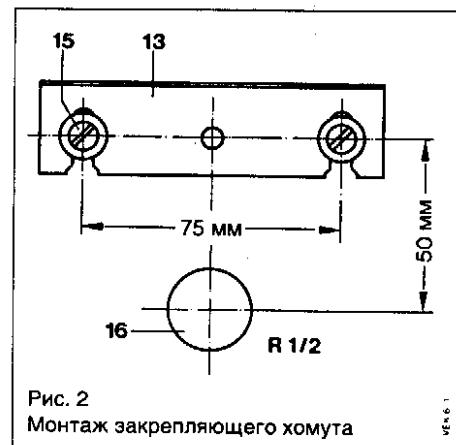

Рис. 2
Как показано на рис. 2, приложить монтажный шаблон к месту подсоединения холодной воды (16). Разметить точки крепления, просверлить два отверстия диаметром 5 мм горизонтально и симметрично над местом подключения холодной воды; вставить дюбеля. Привинтить запорный вентиль для холодной воды (11) так, чтобы запорный винт (12) показал вниз. Снять закрепляющий хомут (13) с водонагревателя, отпустив для этого крепежные болты (14), но не выворачивая их до конца. Как показано на рис. 2, двумя шурупами (15) укрепить закрепляющий хомут (13) к стене. Надвинуть водонагреватель на закрепляющий хомут (13) и прикрутить запорный вентиль для холодной воды (11).